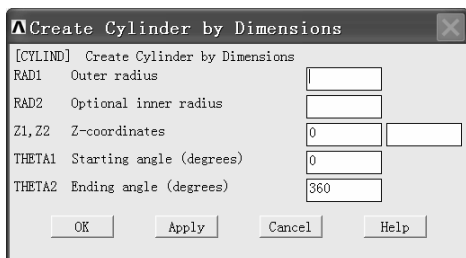

图 2-18 “Create Cylinder by Dimensions”窗口
(1) 依次选择 Main Menu>Preprocessor>Modeling>Create>Volumes>Cylinder>By Dimensions, 弹出“Create Cylinder by Dimensions”窗口(见图 2-18)。
(2) 在“Create Cylinder by Dimensions”窗口“Outer radius”后的方框中输入“0.1”, 在“Optional inner radius”后的方框中输入“0.05”, 在“Z-coordinates”后的两个方框中从左到右分别输入“0”、“0.2”。其他设置保存不变, 单击“OK”按钮。